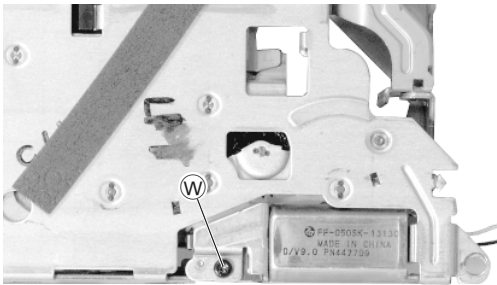

Fig. 12
- Schraube **W** (Fig. 12) herausschrauben und den Motor herausnehmen.
- Undo screw **W** (Fig. 12) and remove the motor.